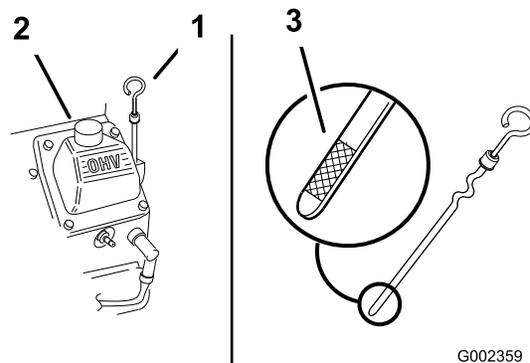

Bild 17
2. Reinigen Sie den Bereich um den Ölpeilstab (Bild 17), damit kein Schmutz in den Einfüllstutzen gelangen und den Motor beschädigen kann.
3. Nehmen Sie den Peilstab heraus und wischen Sie ihn ab. Stecken Sie ihn dann ein (Bild 17).
Der Ölstand sollte an der Voll-Marke am Metallende des Ölpeilstabes liegen (Bild 17).
5. Wenn der Ölstand unter der Voll-Marke liegt, nehmen Sie den Fülldeckel ab (Bild 17) und gießen Sie genug Öl ein, um den Ölstand bis zur Voll-Marke anzuheben. **Füllen Sie nicht zu viel ein.**